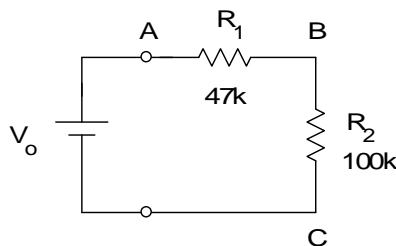
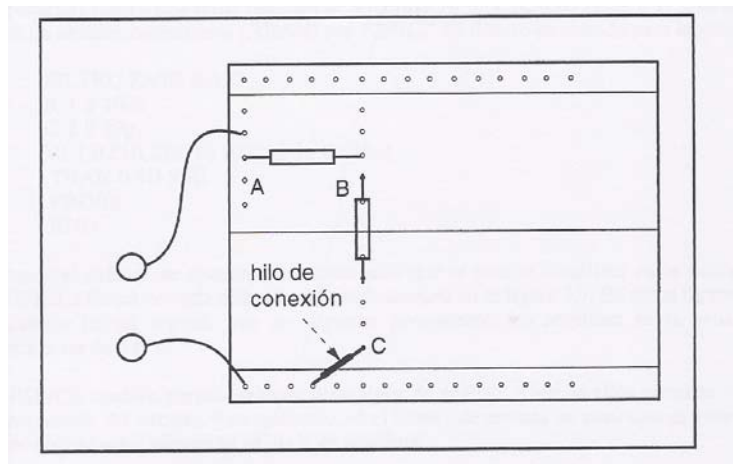

Figura 2.10.- Circuit que heu de muntar en la placa de connexions.
Figura 2.11.- Muntatge del circuit a la placa de connexions.
Heu de muntar el circuit de la figura 2.10 a la placa de connexions. Agafeu una resistència de  $47\text{ k}\Omega$  i una altra de  $100\text{ k}\Omega$  de la bossa de components, ambdues de potència nominal de  $1/4\text{ W}$ . Dobleu els terminals metàl·lics de les resistències amb la finalitat d'inserir-les a la placa de connexions tal com s'indica en la figura 2.11. Connecteu els fils que surten dels endolls de connexió de l'esquerra de la placa en els punts indicats a la figura. Talleu un tros petit de fil per connectar el punt C amb la filera de punts inferior. Connecteu un cable vermell des de la sortida "+" de la font d'alimentació al terminal de connexions vermell que ha de fer contacte al punt A, i un cable negre des de la sortida "-" de la font al terminal negre de connexions que ha de fer contacte en el punt C. Noteu que els colors dels cables i terminals corresponen al conveni que habitualment es fa servir del color vermell per a tensions positives i el color negre per a la massa o referència.
*Qüestió 1. Justifiqueu els resultats de les dues mesures comparant-los amb els càlculs de les tensions que obtingueu de l'anàlisi del circuit de la figura 2.10.*
Torneu a ajustar la tensió de sortida de la font a 10 V. Heu de mesurar el corrent que circula per la malla del circuit de la figura 2.10. Desconnecteu els cables vermell i negre entre el multímetre i el circuit. Torneu a connectar el cable negre al terminal comú "COM" del multímetre i el cable vermell al terminal "A" (o "mA") del multímetre. Seleccioneu la funció amperímetre i el mode d'acoblament "DC". Seleccioneu l'escala de 200  $\mu$ A. Per obrir la malla i fer circular el corrent pel multímetre, podeu retirar el fil de connexió que va del punt C a la filera de punts inferior i en el seu lloc connecteu l'amperímetre en sèrie entre l'extrem de la resistència de 100 k $\Omega$  (cable vermell del multímetre) i el negatiu de la font d'alimentació (cable negre del multímetre).